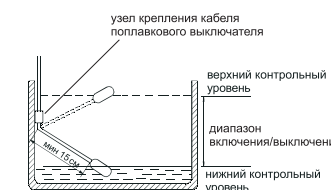

Рис. 4
6.3. В случае, если грузило не используется, необходимо предусмотреть узел крепления кабеля поплавкового выключателя к стенке контролируемого резервуара на необходимой глубине. К узлу крепления необходимо прикрепить кабель поплавкового выключателя после его погружения в резервуар, как показано на рис. 4. Узел крепления должен быть таким, чтобы в процессе эксплуатации он не повреждал изоляцию кабеля.